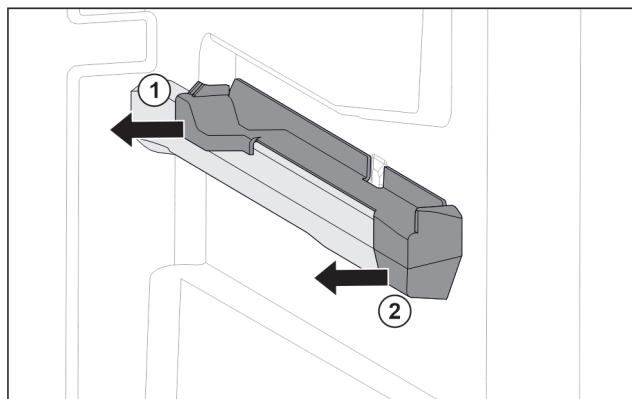

Fig. 103 Násuvný diel na pravom rebre nádoby
- Stiahnite násuvný diel vzadu do strany. Fig. 103 (1)
- Stiahnite násuvný diel vpredu do strany. Fig. 103 (2)